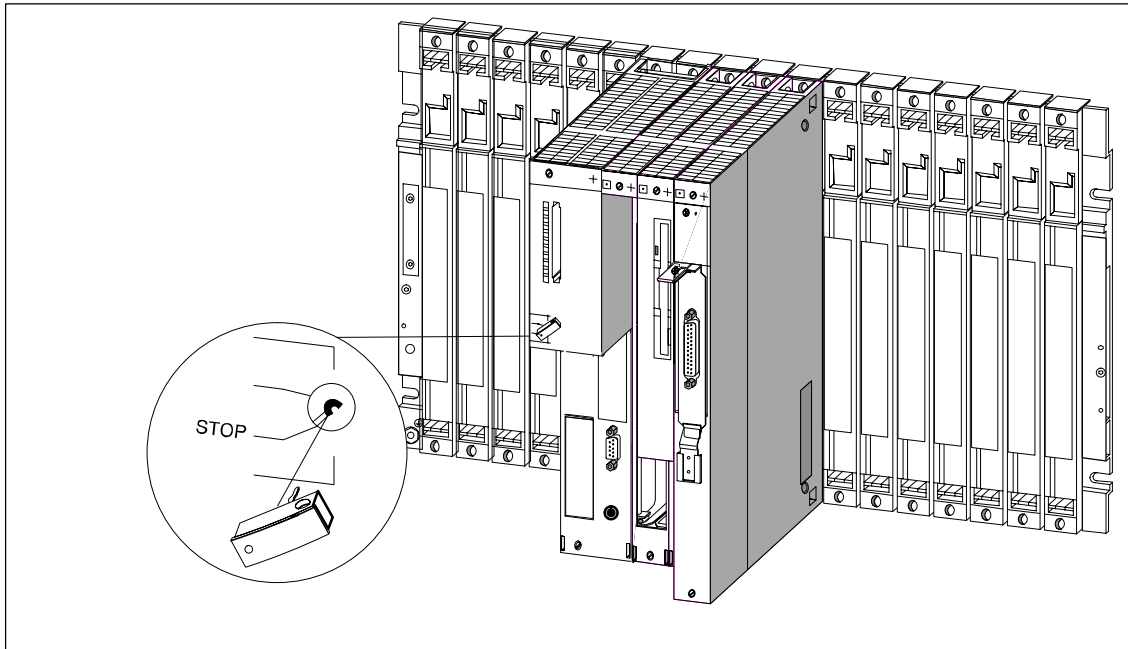

Bild 8-14 Schlüssel in die Zentralbaugruppe stecken
6. Stecken Sie den Schlüssel des Betriebsartenschalters der CPU, nachdem Sie alle Baugruppen montiert haben (siehe Bild 8-14).
Bild 8-14 zeigt, wie Sie den Schlüssel in der Schalterstellung STOP in die Zentralbaugruppe stecken können. Sie können den Schlüssel in Stellung STOP oder RUN wieder abziehen.